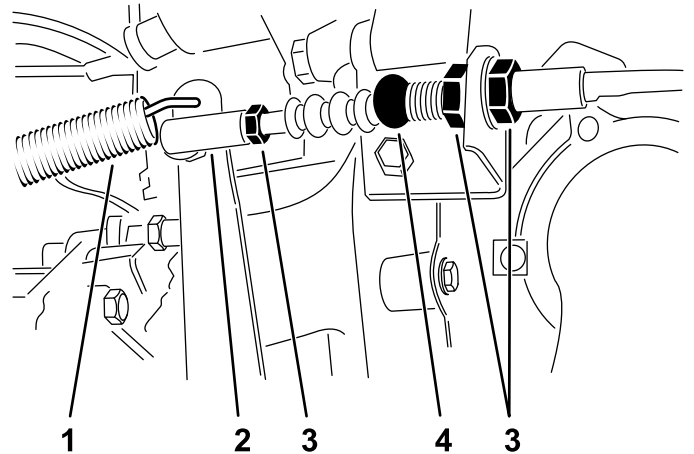

Figura 63
1. Slăbii contrapiuliile care fixează cablul ambreiajului pe suportul de pe carcasa ambreiajului i fuliei (Figura 63).